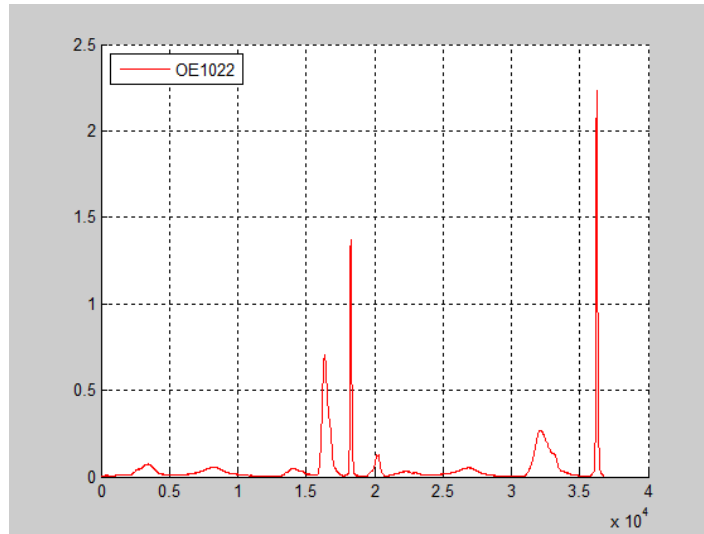

图86. OE2012/OE2022 测得的光谱曲线图
4. 开始光谱测量实验，同时利用数据采集平台采集光谱数据，可以得到如下光谱曲线图 86（未定标）：